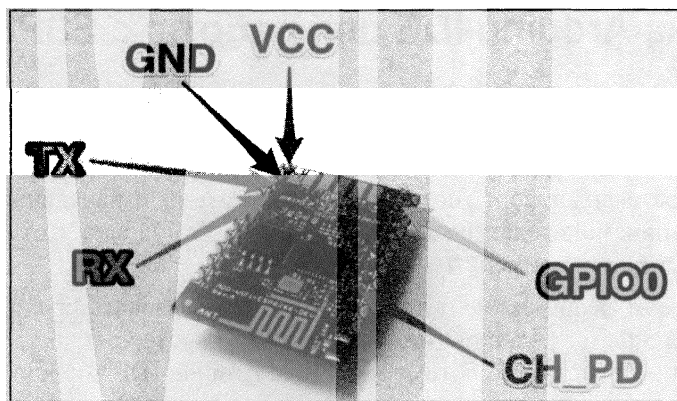

Рис. 1.10. Назначение выводов модуля Olimex
- ◆ И наконец, так выглядит назначение выводов модуля Olimex (рис. 1.10).